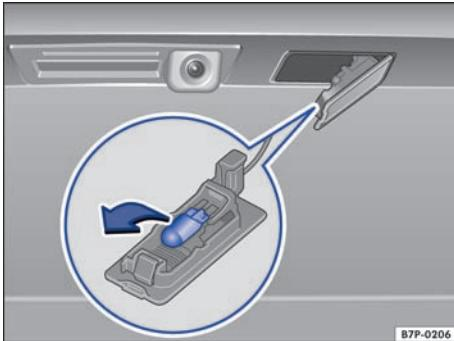

图 282 牌照灯：更换灯泡
4. 沿箭头方向拔出失灵的灯泡，然后用相同型号的灯泡更换 ⇒ 图 282。